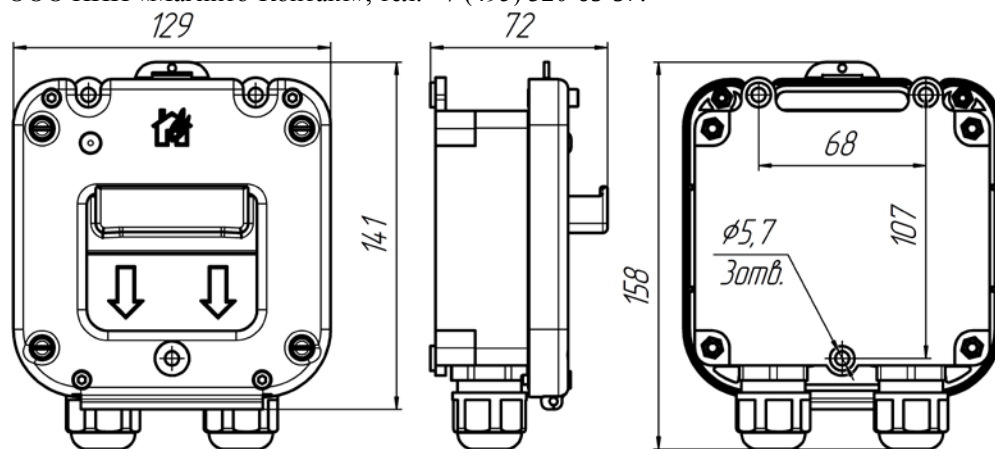

Рис.3. Габаритные размеры извещателя
2.5. Конструктивно извещатель состоит из пластикового корпуса, основание которого с электронным блоком крепятся на стене помещения. Затем лицевая панель с приводным элементом шурупами крепится к основанию. Корпус извещателя, по требованию заказчика, может быть оборудован герметичными пластиковыми кабельными вводами для подведения проводников диаметром от 6 до 14мм или от 13 до 18мм, герметичными вводами МКВ (см. таблицу) из нержавеющей стали марки 12Х18Н10Т, предназначенными для различных вариантов прокладки кабеля количеством 2 шт. Элементы конструкции извещателя показаны на рис.1. Габаритные размеры извещателя показаны на рис.3.